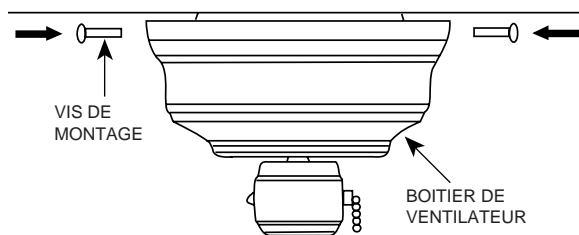

FIGURE 10
- B. Placez le boîtier de ventilateur sur l'ensemble du moteur et fixez le boîtier à la plaque de plafond à l'aide des 4 vis fournies (deux de chaque côté). Voir figure 10. Vérifiez que le moteur ne touche pas l'ouverture dans le fond du boîtier.